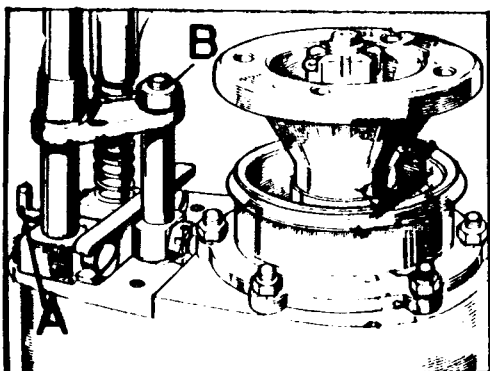

Fig. C-64 Alineación previa de las barras correderas
- 4.2. Situar el conjunto en la parte delantera de la caja del eje de salida, e instalar el fiador, A, (Fig. C-64) para tracción total, encajándolo en el agujero avellanado del eje de las barras. Esto permitirá asegurar una alineación radial correcta del eje y pieza de conexión.